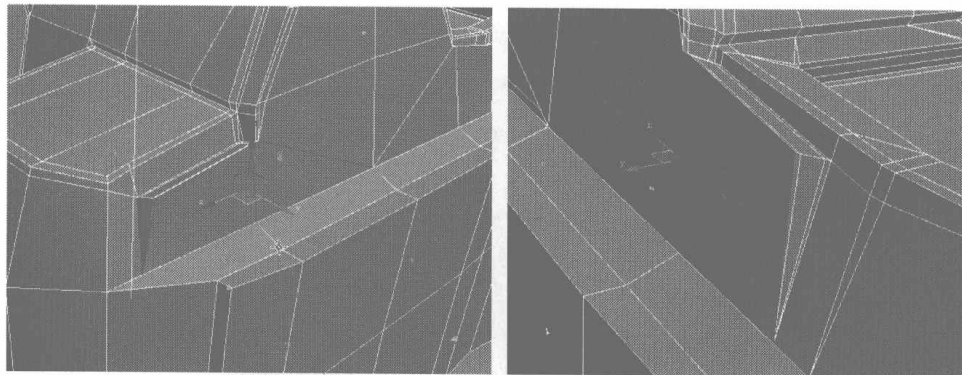
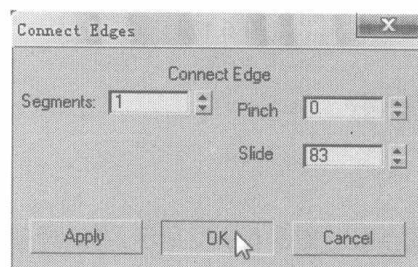

图 6.169
图 6.170
- 10** 选择如图 6.169 所示的边线, 在 Edit Edges 卷展栏中单击 **Connect** 右侧的小按钮, 在弹出的对话框中设置添加细分线的参数, 如图 6.170 所示。